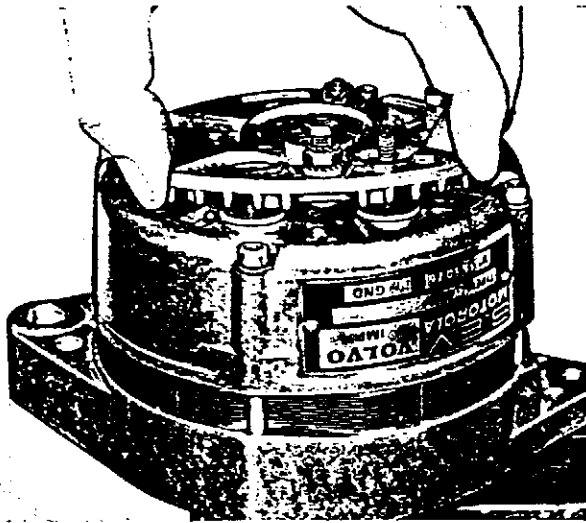

Abb. 26 Ausbau der Sperrdiode
4. Muttern und Scheiben auf Anschluß 61 und entsprechende auf der anderen Seite der Sperrdiode entfernen. Sperrdiodenhalter abheben, siehe Abb. 26.